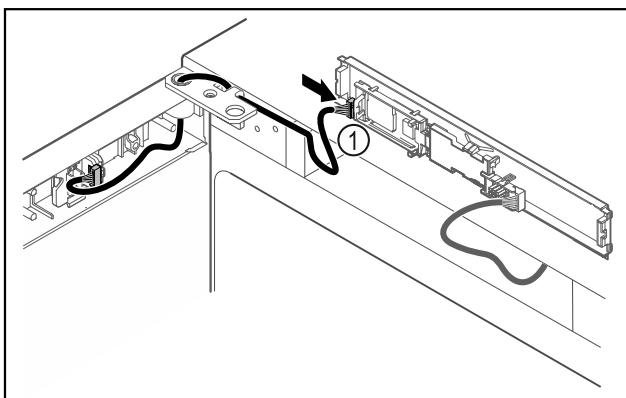

Fig. 44
- ▶ Nataknite utikač Fig. 44 (1) na tiskanu pločicu.